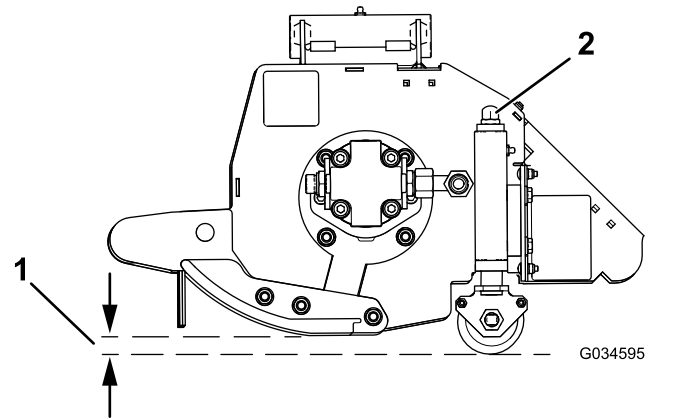

Figure 31
1. Tournez l'écrou de réglage aux deux extrémités dans le sens horaire pour réduire la hauteur de coupe ou dans le sens antihoraire pour augmenter la hauteur de coupe (Figure 31).